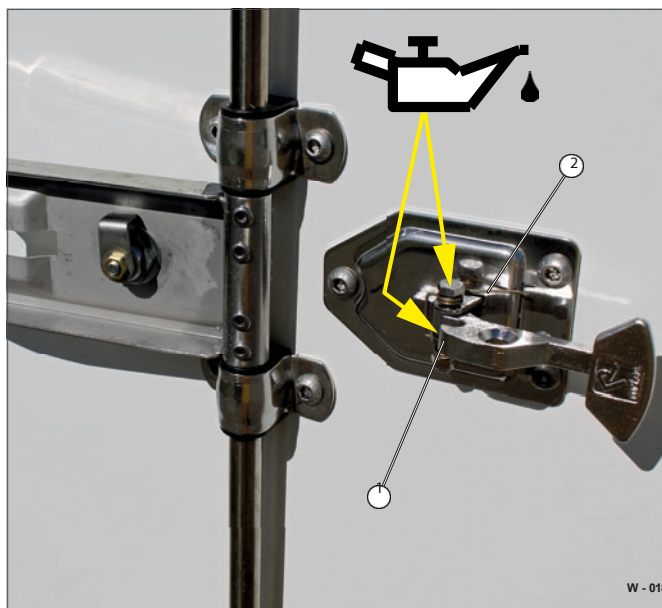

Fig. 4 Smörjpunkter
- Olja in snäpplåssets nos och lagerpunkter lätt (Fig. 4/1).
- Kontrollera fjädern (Fig. 4/2) med avseende på deformation/utmattning.